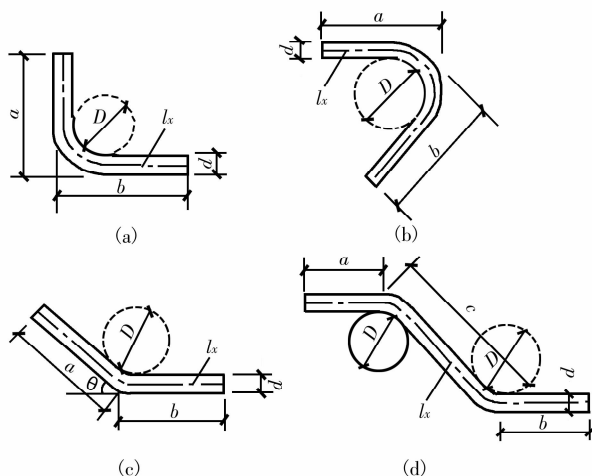

图 1-5 钢筋弯曲调整值计算简图
不同级别钢筋弯折 90°和 135°时(如图 1-5(a)、(c)所示)的弯曲调整值参见表 1-2;对一次弯折钢筋(如图 1-5(b)所示)和弯起钢筋(如图 1-5(d)所示)的弯曲直径 D 不应小于钢筋直径 d 的 5 倍,其弯折角度为 30°、45°、60°的弯曲调整值参见表 1-3。
(2) 钢筋弯曲调整值计算简图, 见图 1-5(a)、(c)。
注：钢筋弯曲调整值计算简图如图 1-5(b)、(d) 所示。